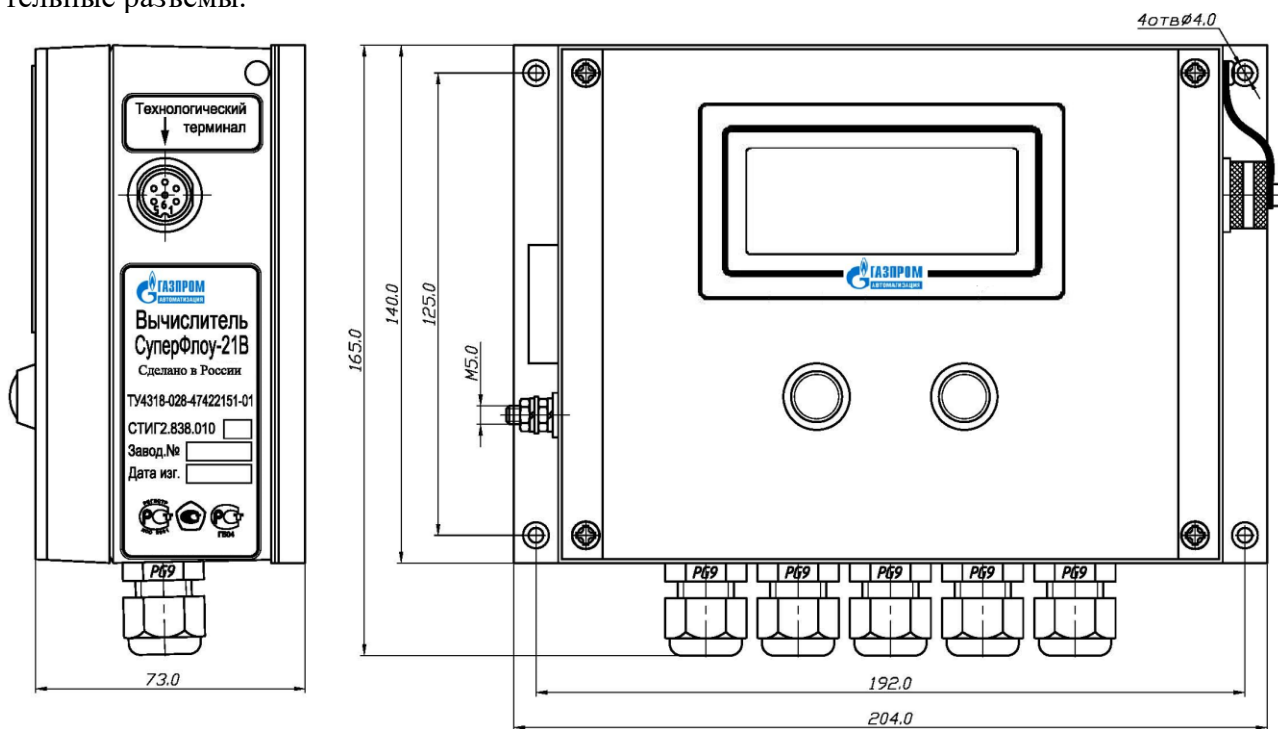

Рис. 1
1.8.1 Вычислитель рис. 1 и 2 «СуперФлоу-21В» СТИГ2.838.010 и СТИГ2.838.010-01 представляет собой защитный корпус, в котором размещена плата вычислительного устройства. На плате размещены все необходимые устройства входов/выходов, питания датчиков, вычисления и хранения информации, жидкокристаллический дисплей, соединительные разъемы.